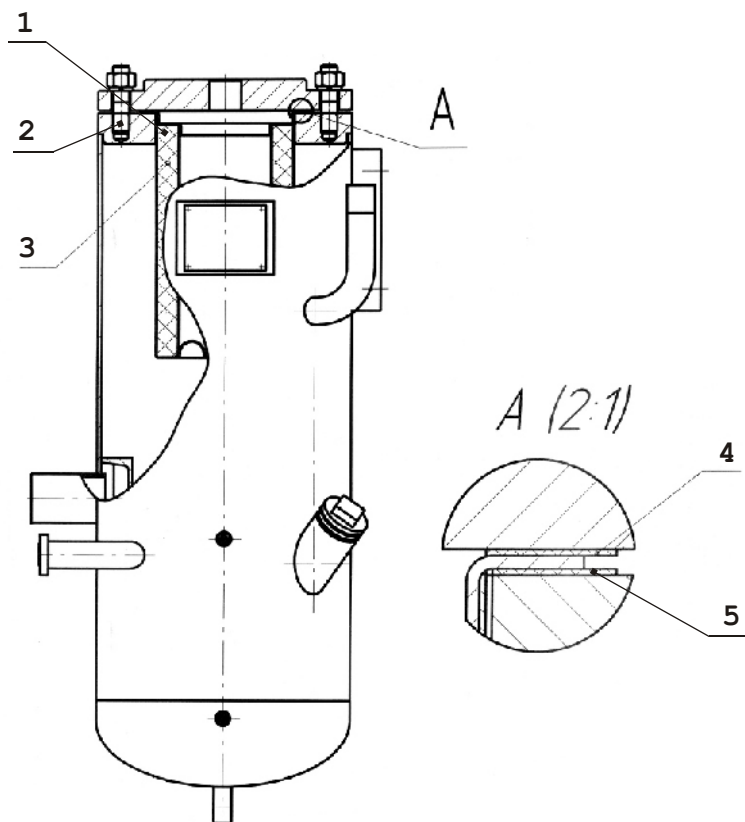

Рисунок 7 - Замена фильтр-патрона маслоотделителя
10.4.3 Открутить болты 2 (см. рис. 7). Осторожно снять крышку 1 маслоотделителя (изнутри к крышке присоединена медная трубка).